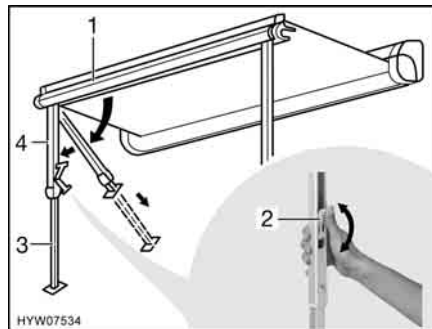

Fig. 23 Installazione dei montanti di supporto
- Rimuovere i montanti di supporto (Fig. 23,4) dal listello anteriore (Fig. 23,1) esercitando una leggera pressione verso l'esterno, quindi ribaltarli e collocarli.
- Estrarre la parte inferiore dei montanti di supporto (Fig. 23,3) fino alla lunghezza desiderata.
- Chiudere il bloccaggio presente sui montanti di supporto. A tale scopo, spingere la leva di serraggio (Fig. 23,2) verso l'alto.